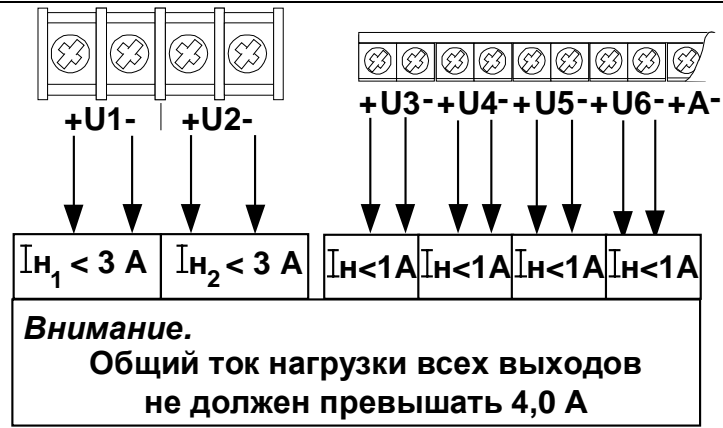
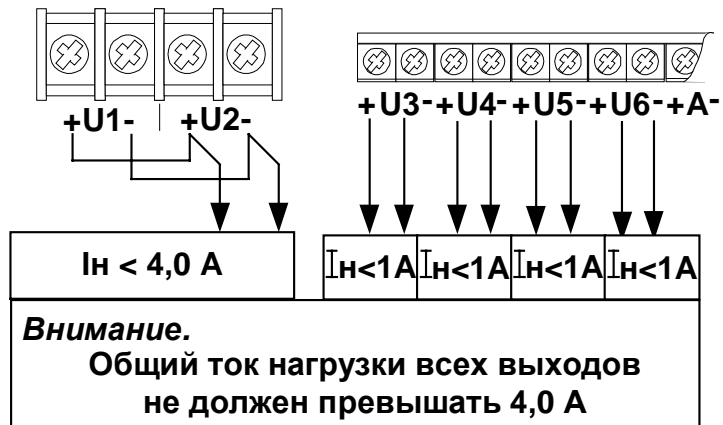
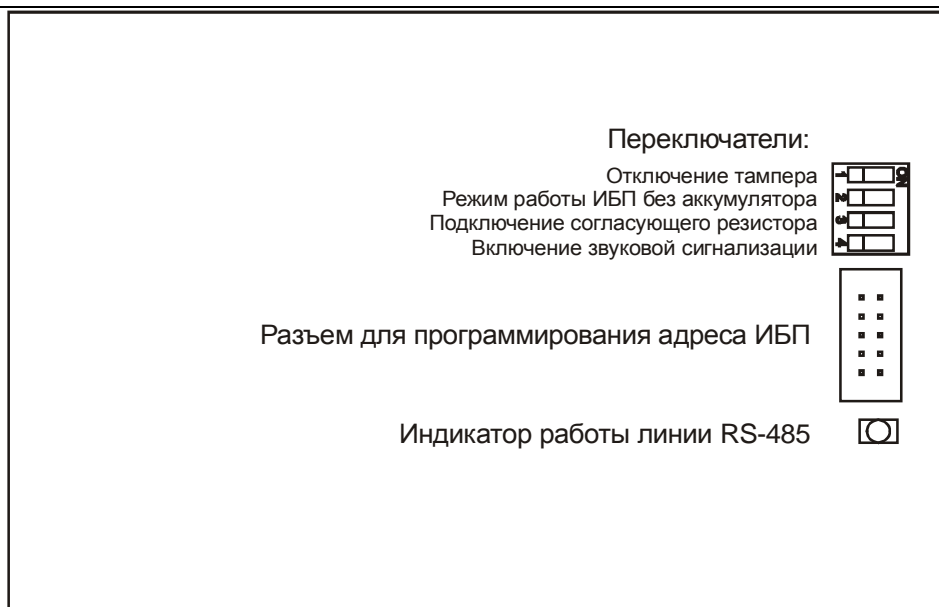

Рис. 3 Схема подключения нагрузки (общий ток нагрузки всех выходов < 4,0 А)
Рис. 4 Схема подключения нагрузки (при  $I_n > 3A$ )
**Рис. 7 Подключение аккумуляторных батарей в ИБП-2400А**
Провода подключаются к клеммам присоединительной колодки в соответствии со схемой подключения (рис. 3,4,5,6,7).
Аккумуляторные батареи устанавливаются на дно корпуса и подключаются проводами с красными и синими наконечниками, обозначающими полярность ("+"-красный, "-"-синий) подключения в соответствии со схемой на Рис. би Рис. 7. Справа на боковой поверхности корпуса расположен винт для подключения защитного заземления.
6.4.4. Подключение соединительных линий и БА к клеммам ИБП производится в соответствии с Рис. 3, Рис. 4, Рис. 5, Рис. 6, Рис. 6 и Рис. 7. Перед подключением тумблер «Сеть 220 В» выключить.
6.5. Установить аккумуляторные батареи, подключив их к клеммам с помощью соединительных проводов, имеющих соответствующую маркировку (красный наконечник «+», синий наконечник «-») по схеме, приведенной на Рис. 6 или Рис. 7.